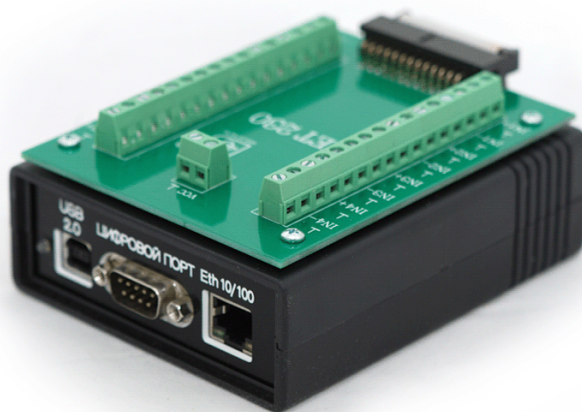

Рис.1. Плата АЦП/ЦАП ZET 230
- акселерометров BC201/202 (рисунок 1).